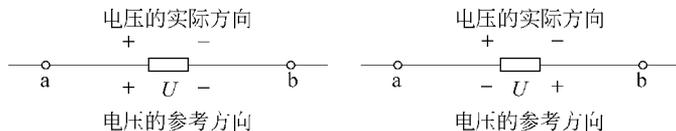

图 1-4 电压的标记方向
(1) 电压的实际方向: 正电荷在电场中受电场力作用(电场力做正功时)移动的方向。
(2) 电压的参考方向: 与电流参考方向类似, 即人为指定某一段电路或某一元件上电压的参考方向。可用+、-极性(也称参考极性)表示, 如图 1-4 所示; 也可用双下标表示, 如  $U_{ab}$  表示电压的参考方向由 a 指向 b。
(3) 实际方向与参考方向的关系: 与电流的参考方向选择相似, 若根据参考方向分析计算电压的结果为正 ( $U > 0$ ), 说明电压的实际方向与参考方向相同; 若所得结果为负 ( $U < 0$ ), 说明电压的实际方向与参考方向相反。